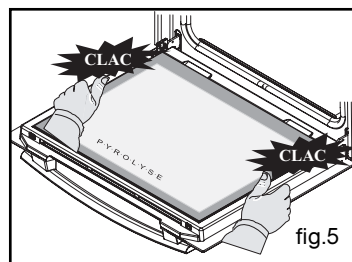

fig.5
- Sæt det sidste glas på plads med angivelsen "P.Y.R.O.L.Y.S.E" anbragt ud mod dig (fig.5).